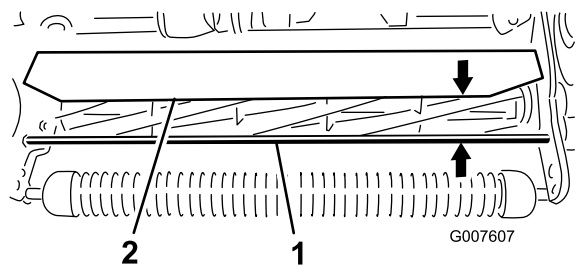

Figura 55
- Meça a distância da parte superior da barra de apoio da frente à borda frontal do resguardo em cada extremidade da unidade de corte (Figura 55).